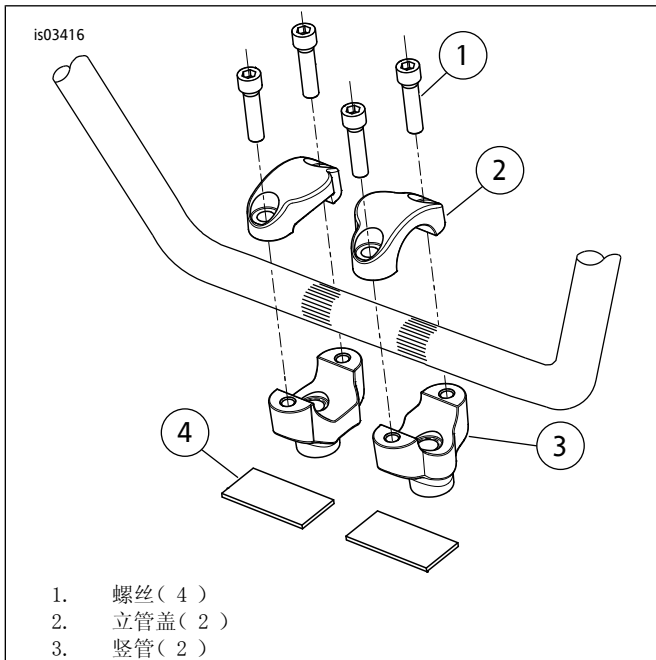

图3。立管朝向-FLSTF
- 参见图3。使用原厂设备(OE)螺丝、锁紧垫圈和垫圈将新立管(套件编号56789-05)松松地安装至上部叉支架，朝向如图所示。将接地线缆和内齿锁紧垫圈安装至右侧立管螺丝。